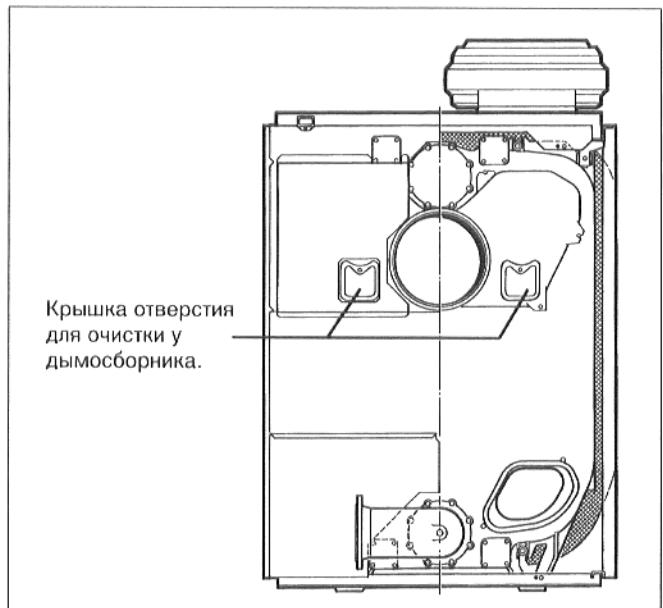

Рис. 64
- Устраниить нагар из дымосборника (рис. 64).